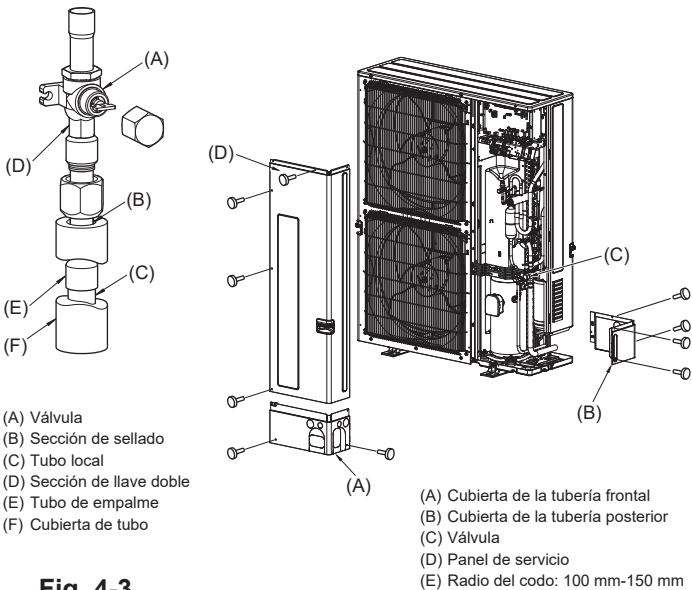

Fig. 4-3
- Utilice el siguiente procedimientos para conectar el tubo del lado de gas. (Fig. 4-3)
- Suelde el tubo de empalme (E) suministrado a la unidad exterior utilizando materiales de soldadura adquiridos localmente y el tubo local (C) sin oxígeno.
- Conecte el tubo de empalme (E) a la válvula del lado de gas.